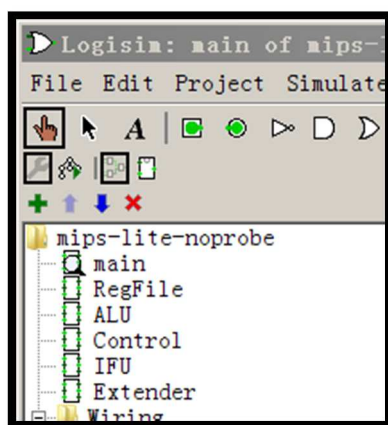

Figure2 设计层次(仅供参考)
b) 必须采用模块化和层次化设计。整个设计文件目录结构应类似于 Figure2。